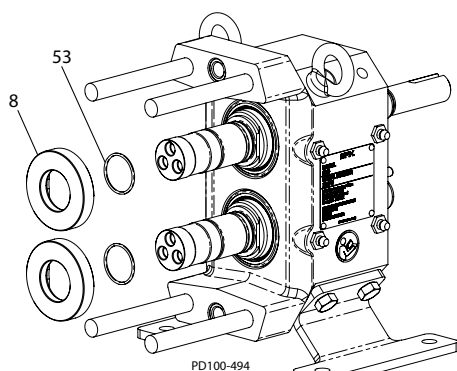

Figure 52 - Installer le siège d'arbre
1. Installez les joints toriques du siège (Figure 52, objet 53) dans la rainure arrière de l'arbre.
2. Appliquez un lubrifiant compatible avec les joints toriques et installez les sièges du joint (Figure 52, objet 8). Alignez les facettes situées dans les sièges du joint avec les facettes situées sur les arbres et fixez-les fermement contre l'épaulement d'arbre.